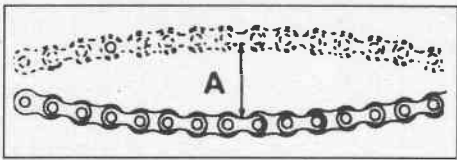

Fig. 19 - Tensione catena
- la catena sia sempre tesa, il gioco che questa deve mantenere è di 30-35 mm. (A fig. 19);